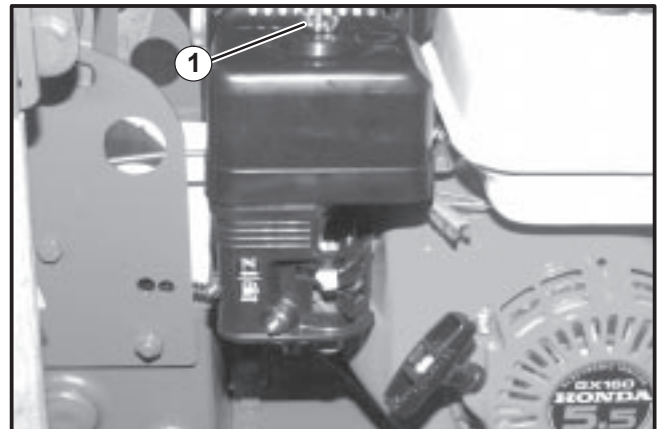

ABBILDUNG 11
14. Bei Honda-Motoren die den luftfilterdeckel haltende flügelmutter entfernen. Daeckel und filterelement abnehmen, um zugang zur drosselklappe zu gewinnen. Siehe Abbildung 11.